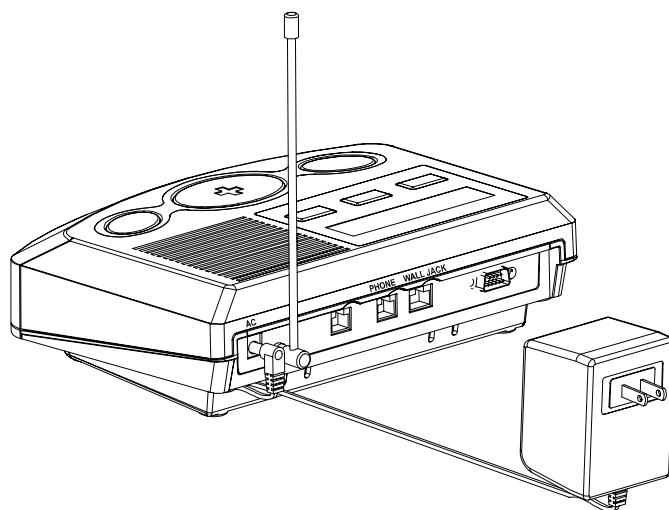

Figura 5b – Inserción de la clavija (Plug) del cable de alimentación en la Unidad de Base
2. Inserte la pequeña clavija (*small plug*) del extremo del cable de alimentación en el conector "AC" de la parte trasera de la Unidad de Base (vea Figura 5b).